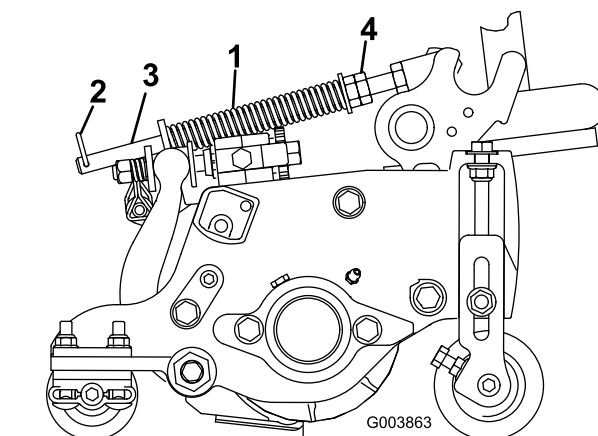

Figura 17
- Apriete las tuercas hexagonales del extremo delantero de la varilla del muelle hasta que la longitud comprimida del muelle sea de 15,9 cm (Figura 17).
Nota: Si es necesario retirar la unidad de corte de la máquina, mueva la chaveta al taladro delantero de la varilla del muelle (Figura 17). Asegúrese de mover la chaveta de nuevo al taladro trasero de la varilla del muelle después de reinstalar la unidad de corte en la máquina.
- Asegúrese de que el pasador de horquilla está instalado en el taladro del extremo de la varilla (Figura 17).